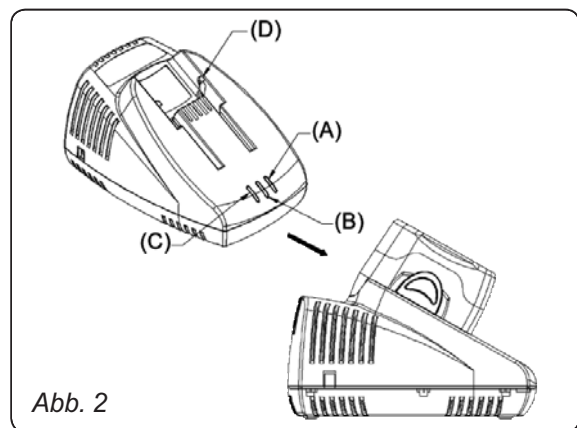

Abb. 2
Stellen Sie sicher, dass die Netzspannung der Spannung, angegeben auf dem Typenschild des Ladegerätes entspricht. Schließen Sie das Ladegerät zum Netz. Das orange Licht (A) (Abb.2) soll aufleuchten. Das bedeutet, dass das Ladegerät betriebsbereit ist.